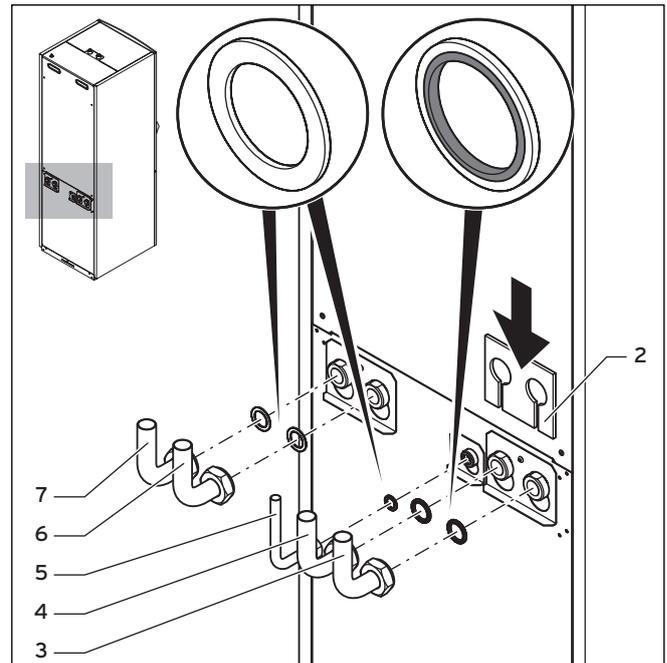

Abb. 5.4 Anschlusswinkel montieren
Falls an den Anschlüssen des Solekreises (→ **Abb. 5.4, Pos. 3 und 4**) nicht die Dichtungen mit Metallstützring verwendet werden, kann es zu Undichtigkeiten kommen!
- Die Rohrinstallation und die Verwendung der Dichtungen muss gemäß → **Abb. 5.4** erfolgen.
Legende zu Abb. 5.4
- Schließen Sie die Vorlaufleitung an (→ **Abb. 5.4, Pos. 7**).
- Schließen Sie die Rücklaufleitung an (→ **Abb. 5.4, Pos. 6**).
- Schließen Sie das Ausdehnungsgefäß des Heizkreises an (→ **Abb. 5.4, Pos. 5**).
- Schließen Sie die Soleleitungen an die Wärmepumpe an (→ **Abb. 5.4, Pos. 3** und **4**).
- Montieren Sie die zur Wärmedämmung des Anschlussblechs vorgesehene Isoliermatte (→ **Abb. 5.4, Pos. 2**).